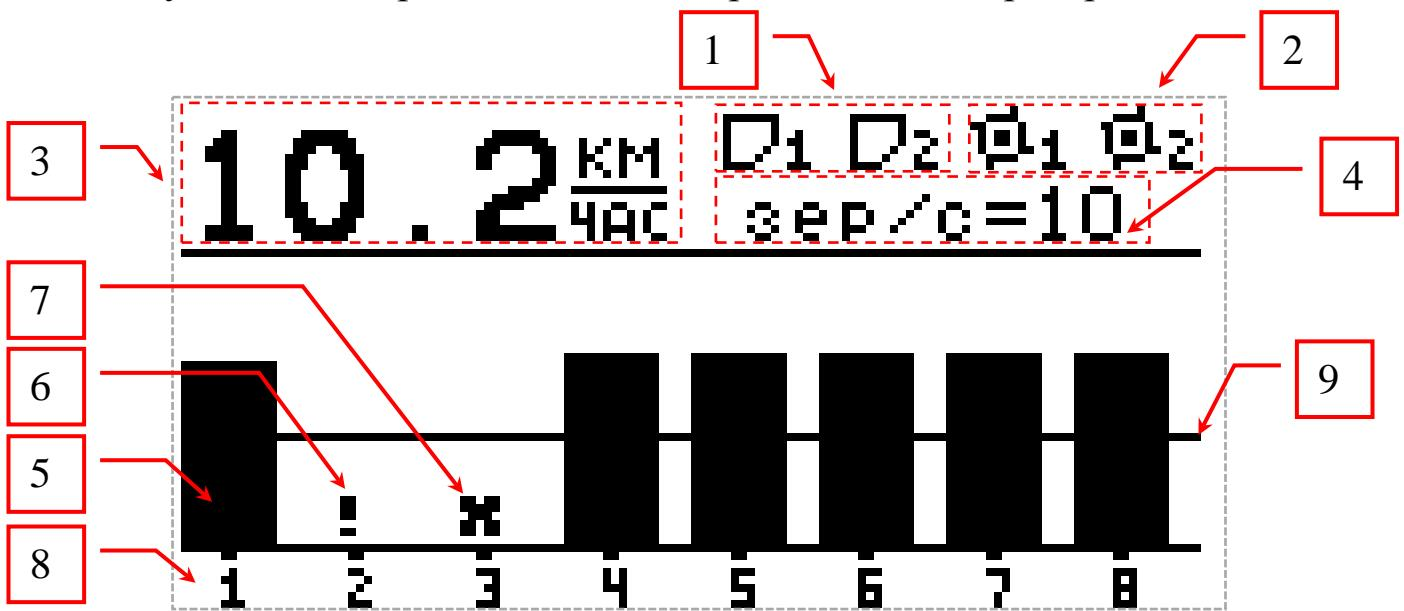

Рисунок 3 Главный экран
- Главный экран, см. «Рисунок 3».
Затем на экране отображается главный экран (см. «Рисунок 3») и система готова к работе.
На «Рисунок 3» изображен Главный экран панели оператора.
- Находясь на главном экране (см. «Рисунок 3»), нужно вызвать главное меню нажатием кнопки «Меню».